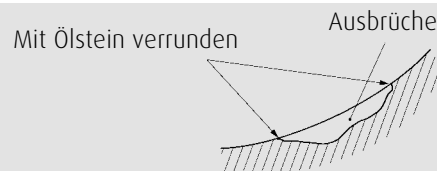
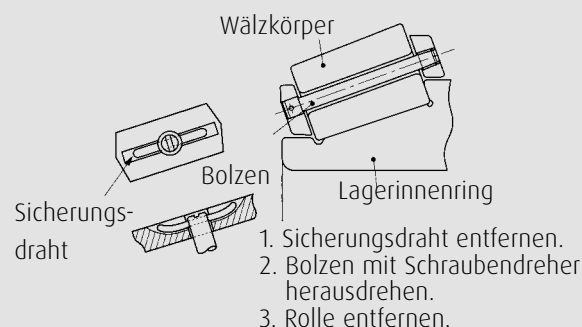

Abb. 4.1 Entfernen von Ausbröckelungen auf der Laufbahn
Abb. 4.2 Inspektionsbolzen im Bolzenkäfig herausnehmen
5. Die Innen- und Außenringlaufbahnen und Rollenlaufflächen auf Ausbrüche untersuchen. Auf den Laufflächen im Lager können nach langem Gebrauch und wiederholter Belastung Ausbrüche durch Werkstoffermüdung auftreten. In der Regel können Lager mit solchen Ermüdungserscheinungen nicht mehr verwendet werden. Wenn jedoch nur ein kleiner Ausbruch am Außenring vorliegt, kann dieser manuell ausgeschliffen werden (Abb. 4.1). Dabei wird der Übergang zwischen der Laufbahn und dem nachgeschliffenen Bereich mit einem Ölstein geglättet. Auf jeden Fall muß die Lastzone gewechselt werden. Bei einem Bolzenkäfig mit Inspektionsbolzen kann dieser Bolzen entfernt werden (siehe Abb. 4.2). Dann ist die Innenringlaufbahn für eine Untersuchung zugänglich.
Damit die Positionierung und die Betriebsdaten der Lager nachvollziehbar bleiben, empfehlen wir das Führen von Kontrollkarten, auf denen die Historie des Lagers und alle Meß- und Prüfergebnisse festgehalten werden. In Abb. 4.3 ist ein Muster einer Kontrollkarte abgebildet. Für jedes einzelne Lager ist eine eigene Karte anzulegen, auf der die Seriennummer des Lagers vermerkt wird. Auch andere Daten werden in der Kontrollkarte festgehalten: Datum des Zusammenbaus des Lagers, Nummer des Walzgerüsts, Nummer des Einbaustücks. Einbauposition, Walzprotokoll und Walzzeit, gewalzte Tonnage, Lagerinspektionen und Ausbesserungen/ Reparaturen. Der Nachkauf von neuen Lagern/Austauschlageren sollte anhand dieser Kontrollkarten erfolgen, damit stets ein ausreichender Bestand vorhanden ist. Außerdem enthalten diese Kontrollkarten viele wertvolle Informationen für die Instandhaltung und Weiterentwicklung der Lager. Die empfohlenen Toleranzen für den Walzenzapfendurchmesser und die Einbaustückbohrung im Verhältnis zur Inneringbohrung und dem Außendurchmesser sind Abb. 4.1 bis 4.5 zu entnehmen.